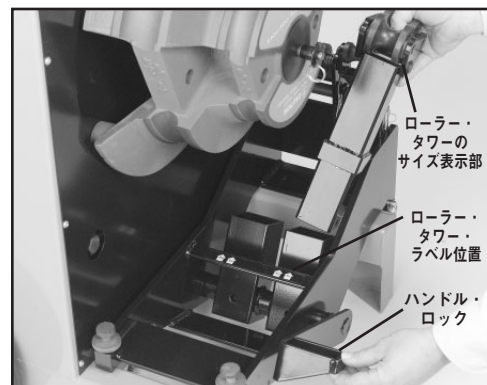

図 3
2. 適切なサイズのローラー・タワーを選びます。サイズはローラー・タワー上に表示されています。取り付ける際は、ハンドル・ロックを持ち上げ、その状態を保ちます。ローラー・タワーを、サイズ表示部が手前を向くように、適切なブリッジ開口部に差し込みます。ローラー・タワーをテール・ローラー側に傾けます。(図3)